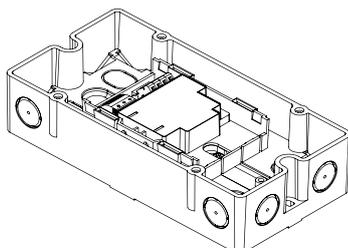

Рис. 3.3.2
- Монтаж вне распределительного щита или блока управления: используйте корпус FDCH221 (рис. 3.3.2).
3. Используйте два винта (M4) для крепления корпуса на плоской поверхности (рис. 3.3.2). Расстояние между отверстиями: $182,0 \pm 1,0$ мм.
2. Закрепите модуль двумя винтами в корпусе (рис. 3.3.2).